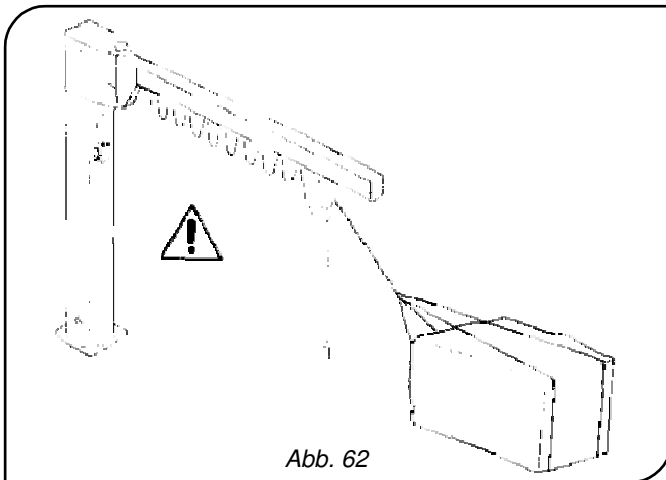

Abb. 62
- **Während der Hubmanöver** muss der Bediener es vermeiden, den Haken auf dem Boden oder auf den Lasten abzulegen, die anzuheben sind, um ein Durchhängen der Kette zu vermeiden. Der Bediener muss absolut das Ziehen in die schräge Richtung der Kette vermeiden, da derartige Manöver immer gefährlich sind und sich schlecht kontrollieren lassen (Abb. 62).